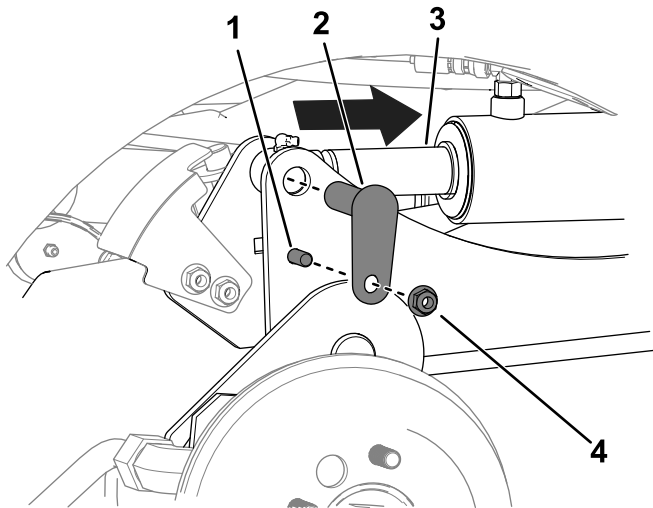

Figura 11
C. Utilice un botador para alinear los orificios de las varillas de los cilindros con los orificios de los brazos de elevación (Figura 11).
D. Utilice 2 pernos ( $\frac{3}{8}$ " x  $1\frac{1}{4}$ " ), 2 tuercas ( $\frac{3}{8}$ " ) y 2 pasadores pequeños para sujetar los brazos de elevación a los cilindros (Figura 11).